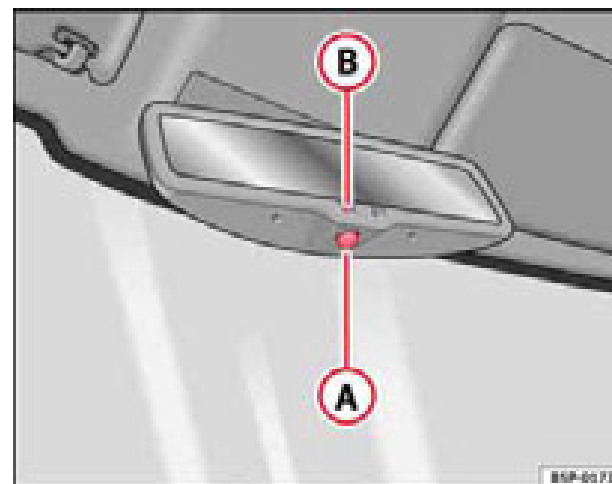

Fig. 86 Retrovisor interior con ajuste automático para posición antideslumbrante.
- Pulse la tecla **(A)** ⇒ fig. 86. El testigo de control **(B)** se apaga.
- Pulse la tecla **(A)** ⇒ fig. 86. El testigo de control se enciende.